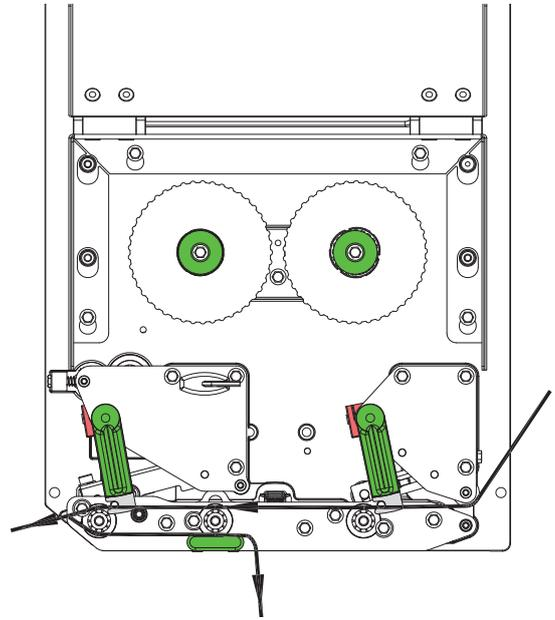

Figure 8 Passage des étiquettes
2. Tourner les leviers (3) et (10) dans le sens inverse des aiguilles d'une montre pour déverrouiller la tête d'impression (1) et le système de recul (9).
3. Écarter complètement le guide (4) vers l'extérieur afin de faire passer le support d'étiquettes entre le châssis et le guide.
4. Guider le support d'étiquettes (8) d'après la figure 8 jusqu'à l'arête de pré-décollement (2) et la pousser jusqu'à buter contre le châssis. La face à imprimer de l'étiquette doit être dirigée vers le haut.
5. Pour le mode pré-décollement, faire sortir les étiquettes au delà de l'arête de pré-décollement, afin que la bande atteigne le système de tension de bande (5). Retirer les étiquettes de la bande.
6. Tourner les leviers (3) et (10) dans le sens des aiguilles d'une montre pour verrouiller la tête d'impression (1) et le système de recul (9).
7. Positionner le guide (4) jusqu'à buter contre la bande d'étiquettes.
8. Pour le mode pré-décollement, tirer la poignée (6) et basculer le système de tension de bande (5) vers le bas, maintenir le support (7) tendu et le guider de l'arête de pré-décollement (2) vers le système de tension de bande (5). Tirer la poignée (6), basculer le système de tension de bande vers le haut et enclencher complètement la poignée dans la platine latérale.